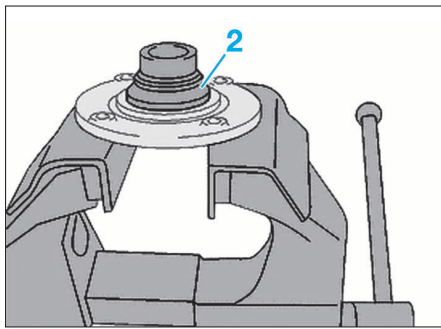

FIG. 34
- Extraire le moyeu avec sa demi cage intérieure de roulement (2) (Fig.34).